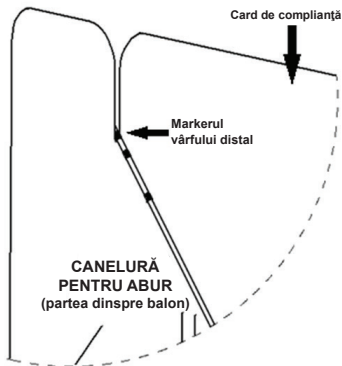

Figura 2 Configurație dreaptă
4. Așezați banda de marcaj a vârfului distal în partea de jos și în interiorul canalurii pentru abur. (vezi Figura 2)